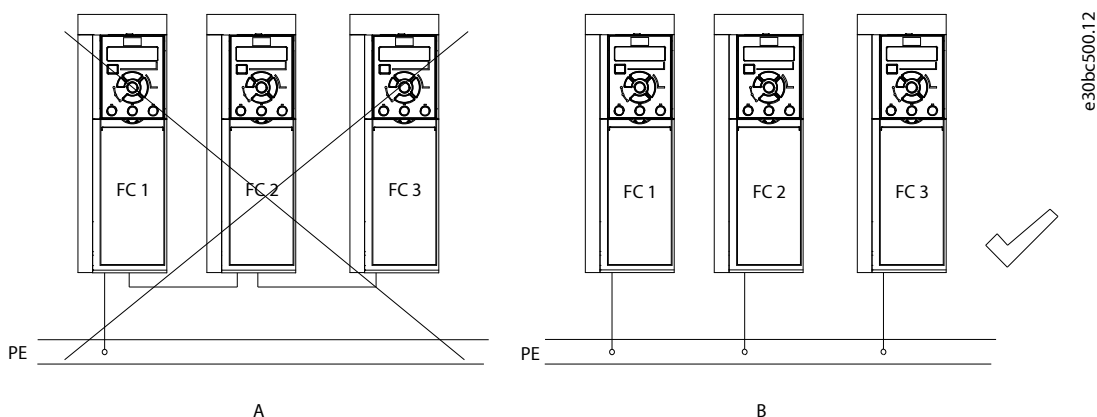

Figura 3: Princípio de Aterramento
- Não aterre um conversor em outro, como em uma ligação em cascata (consulte Figura 3).